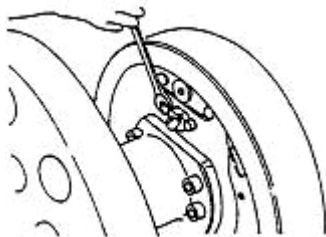

Рис. 2-22
(5) Отделите трубку от тормозного гидроцилиндра. Открутите крепежный болт и снимите тормозной гидроцилиндр с тормозного щита. См. Рис. 2-22